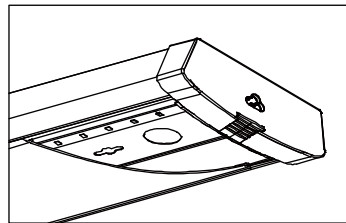

Figure 12
- Pour installer le diffuseur (B) – en débutant à une des extrémités du boîtier du luminaire, insérer la fente du diffuseur sur le bord du boîtier du luminaire – voir figure 12. Exerçer une légère pression sur le diffuseur pour l'insérer dans le côté opposé du boîtier du luminaire. Continuer sur toute la longueur du diffuseur jusqu'à ce qu'il soit complètement installé dans le boîtier. (Figure 12). Rétablir le disjoncteur et tester la lumière.